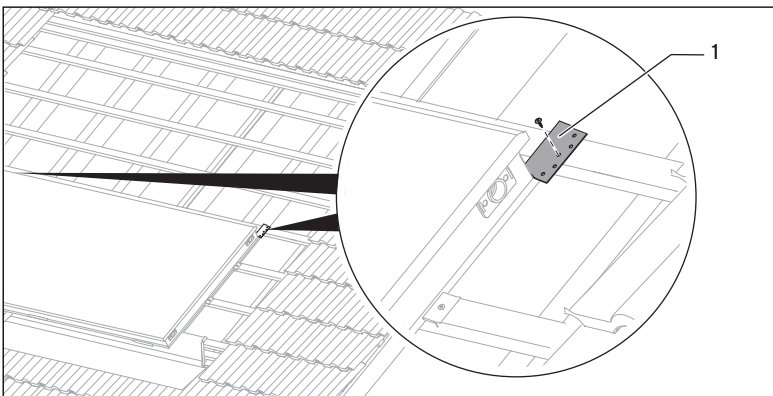

Fig. 6.7 Påskrunding af pladsholder
- Sørg for at sikre rørforbinderne med klemmerne (3).
- Fastgør solfangeren på taglæggerne i siden med de 4 medfølgende spændebånd og skruer nr. 3 (jf. fig. 6.7).